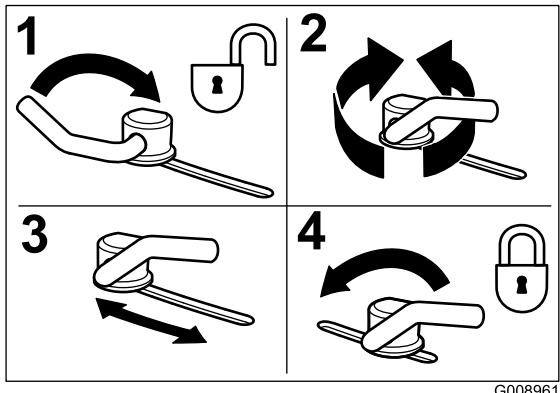

Figure 15
1. Pour régler les verrous à came, soulevez le levier pour desserrer le verrou (Figure 15).
3. Repoussez le levier à sa position d'origine pour serrer le déflecteur et les verrous (Figure 15).